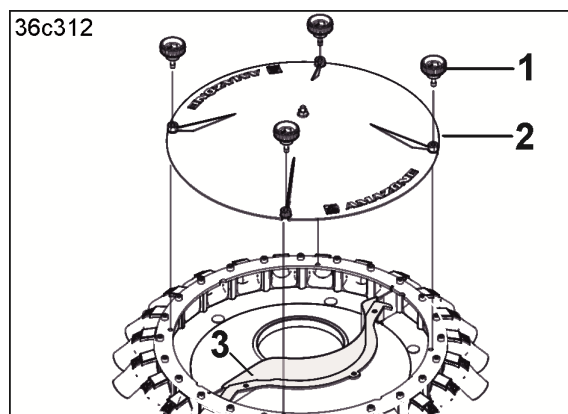

Fig. 204
- 2.1 Løsne fingerskruene (Fig. 204/1) og ta av lokket (Fig. 204/2) fra fordelerhodet.
3. Monter innsatsen (Fig. 204/3) i fordelerhodet slik, at frøtilførselen til labbene på den nødvendige siden av maskinen stenges.